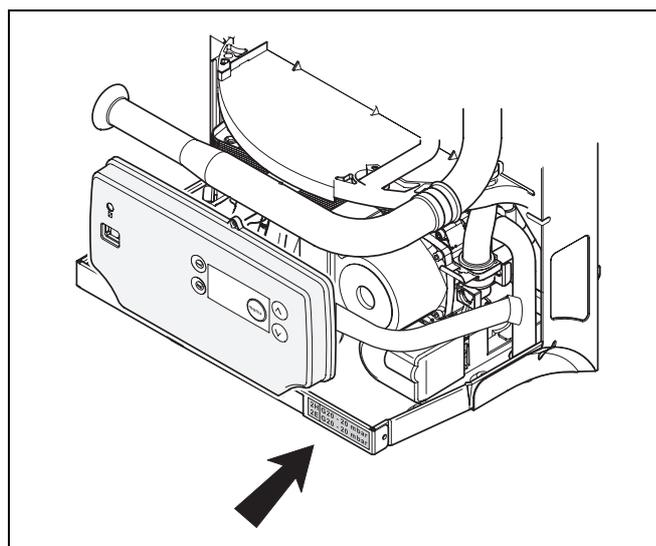

Fig. 35 Autocollant
- Coller les deux autocollants joints à la livraison sur l'appareil de chauffage (fig. 35).